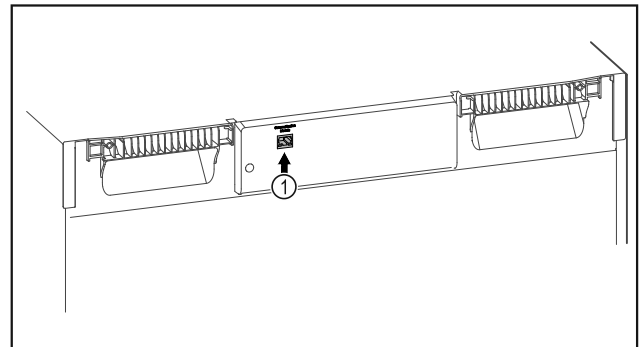

Fig. 126
- Το SmartModule Fig. 126 (1) είναι τοποθετημένο.